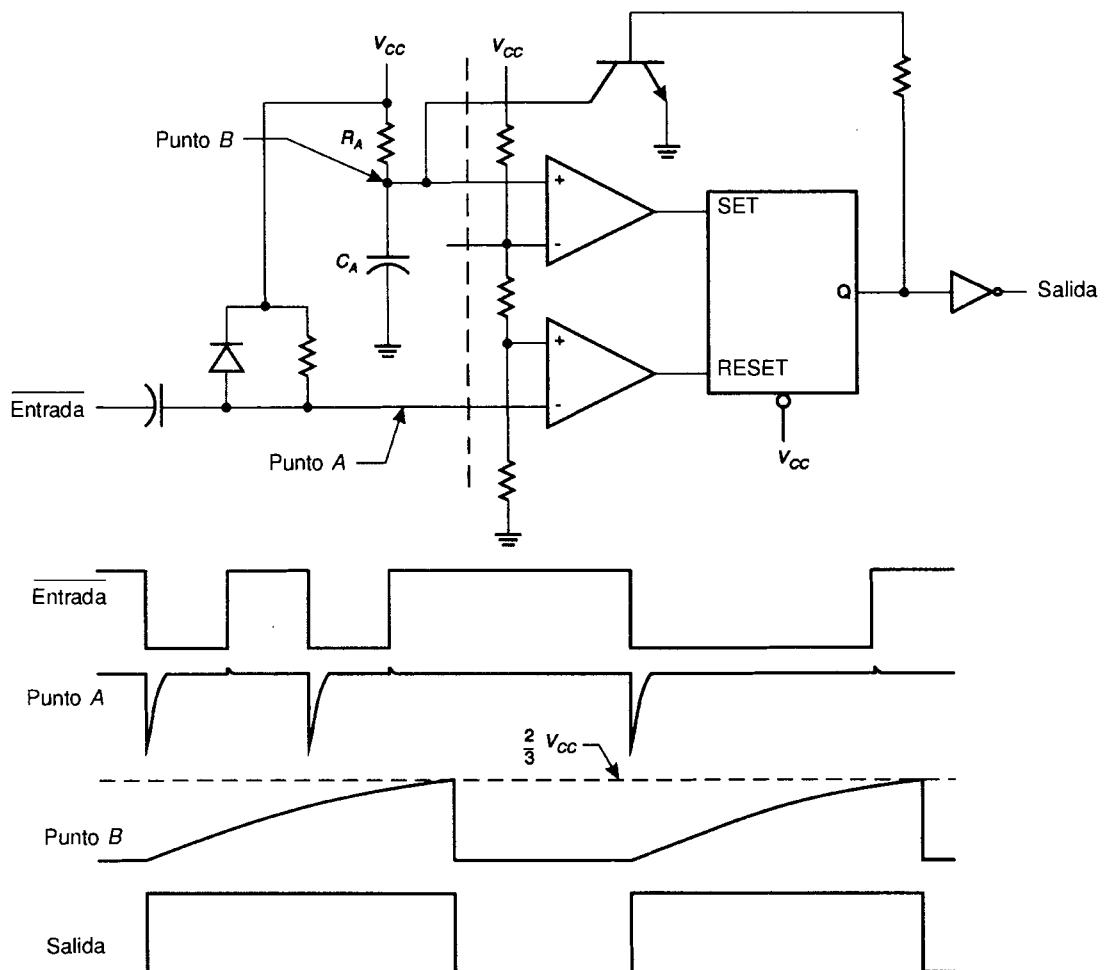

FIGURA 12-6 Temporizador 555 como monoestable
Si se emplean algunas de las técnicas estudiadas hasta el momento, el 555 puede convertirse en un monoestable estable. El periodo activo puede ser largo o corto. La figura 12-6 muestra un 555 configurado como monoestable. Nótese el acondicionamiento de la entrada realizado por RC y el diodo para producir un disparo por flanco. Este circuito es un monoestable no redispersable cuyo periodo activo depende de la constante de tiempo RC de R_A y C_A .
La duración del pulso es el tiempo necesario para que el voltaje a través de C_A cambie a $2/3 V_{CC}$. De los cálculos previos, se sabe la ecuación para el tiempo de carga de una red RC , y con un poco de álgebra puede obtenerse una expresión para el periodo activo del monoestable de la figura 12-6 construido con un 555.
Ejemplo: Diseñe con un 555 un monoestable con un periodo activo de 5 s utilizando para ello el circuito de la figura 12-6.
1. Utilice un temporizador 555 para diseñar un monoestable similar al de la figura 12-6, con un periodo activo igual a un segundo.